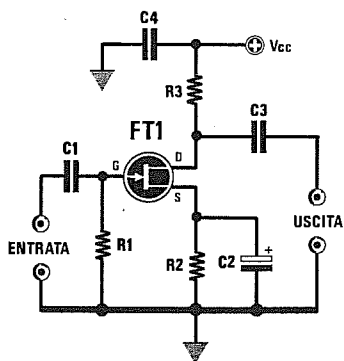

Fig.4 Schema di un preamplificatore a Fet.
Lo schema base per realizzare uno stadio preamplificatore è riportato in fig.4.
Fig.5 Se nel circuito di fig.4 viene tolto il condensatore elettrolitico C2 posto in parallelo alla resistenza di Source, il guadagno si calcola utilizzando la formula:
Nota = Questo **guadagno** si ottiene soltanto se ai capi della resistenza di **Source** risulta collegato un **condensatore elettrolitico** (vedi fig.4), ma se realizzerete questo circuito vi accorgete che il guadagno risulta **minore**.
- applicando in parallelo alla resistenza **R2** di **Source** un condensatore elettrolitico (vedi fig.4), potrete conoscere il guadagno che otterrete usando una resistenza da **3.300 ohm** oppure da **2.700 ohm**, utilizzando la formula:
- se toglierete il condensatore elettrolitico posto in parallelo alla resistenza **R2** (vedi fig.4), otterrete i seguenti **guadagni**:
Ritornando allo schema riportato in fig.4, noterete che la resistenza **R1** applicata tra il **Gate** e la **massa** risulta da **1 Megaohm**.